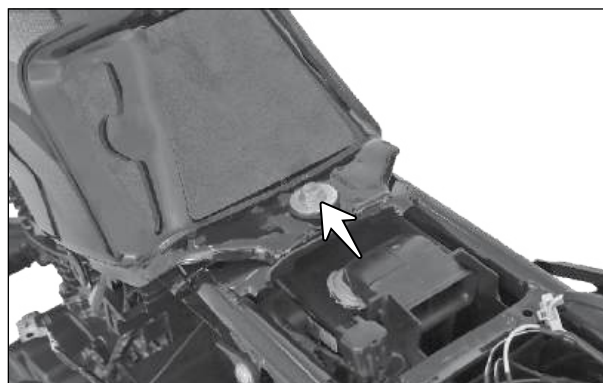

Fig. 1.31
- Remova o parafuso (seta) (M8x25) de fixação do tanque de combustível. (Fig. 1.31)